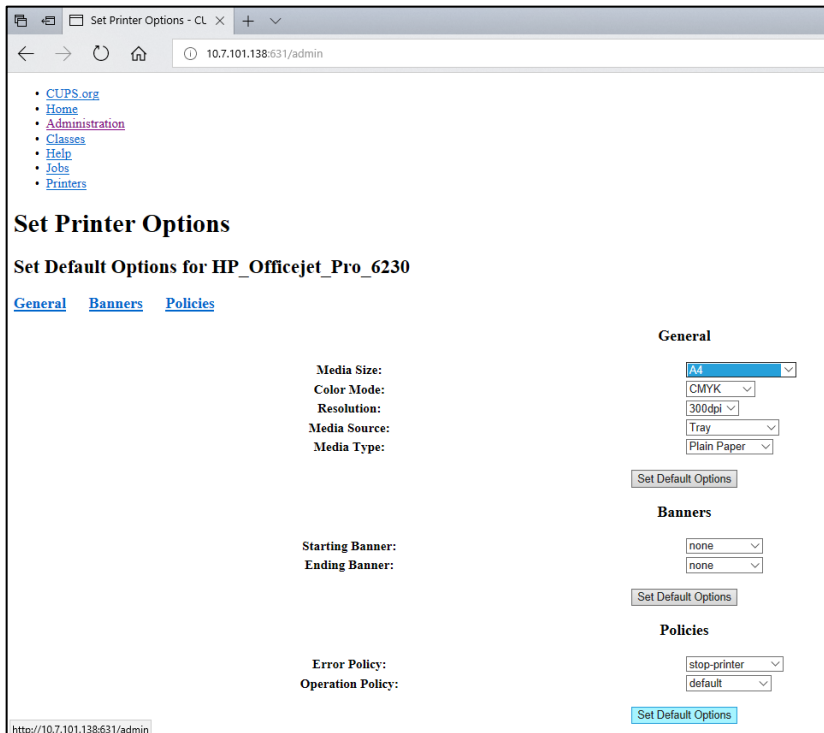

Figura 104. Selectarea dimensiunii corecte a suportului.
7. Selectați **Media Size** (Dimensiune suport) corectă (cum ar fi „A4”), deoarece unele imprimante nu funcționează dacă formatul hârtiei este greșit. După aceea, salvați selecția prin apăsare pe **Set Default Options** (Setare opțiuni implicite) (Figura 104).